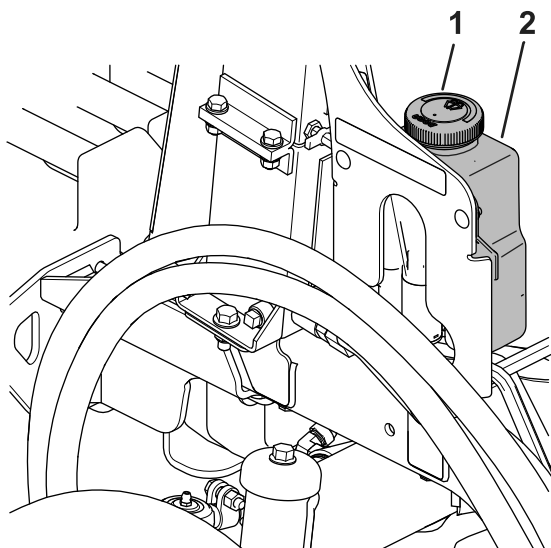

Figura 92
1. Retire el tapón (Figura 92) del depósito.